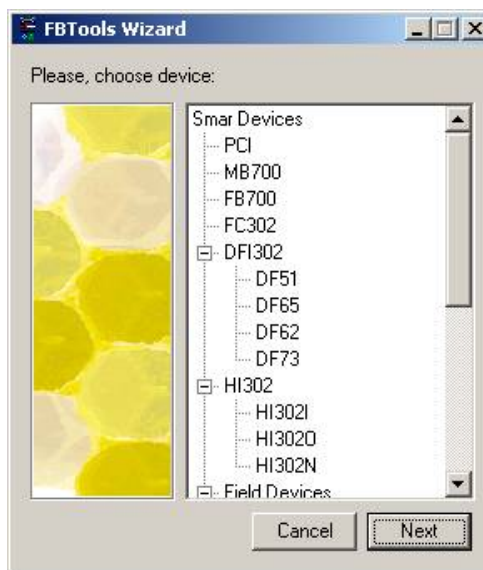

Figura 2.7 – FBTools Wizard – Tela para Escolha do Device
12. Selecione o device **MB-700** e clique no botão *Next*. Veja a Figura 2.7 a seguir.